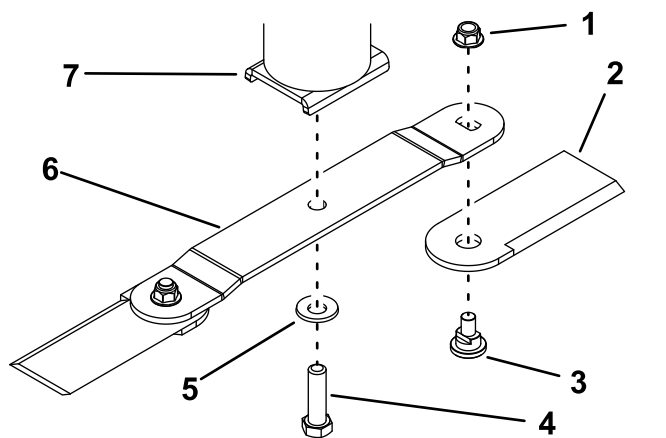

Figura 38
2. Rimuovete il bullone della lama, la rondella concava e la lama dal relativo supporto sulla parte inferiore del gruppo della coppa del fusello (Figura 38).
Se la lama non è bilanciata, limate via del metallo solo dalla parte posteriore della lama (lato opposto al tagliente) (Figura 38).
- Attaccate la lama al gruppo della coppa del fusello utilizzando il bullone della lama e la rondella concava (Figura 38).
- Per installare solo le lame trincianti, fissate le trince all'estremità della lama utilizzando il bullone della trincia e un nuovo dado per ciascuna trincia (Figura 38). Serrate il dado a 103 - 127 N·m.